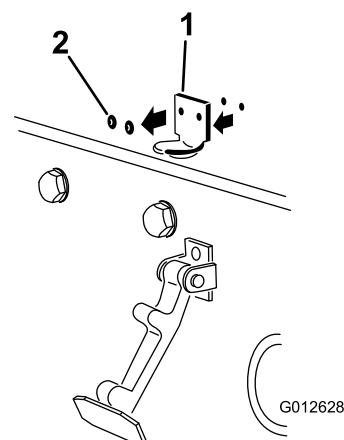

Figure 30
2. Retirez les rivets (2) qui fixent le support de loquet au capot (Figure 30). Enlevez le support de loquet du capot.